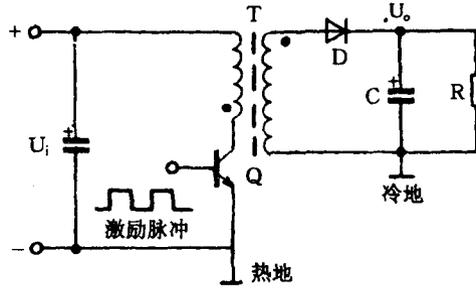

图 1-2 变压器耦合并联型开关电源电路图
(2)变压器耦合并联型开关电源:变压器耦合并联型开关电源如图 1-2 所示。其主要特点是:开关管与负载电路不共地,开关电源能够产生负载电路工作所需的工作电压,但开关管反峰电压高。
变压器耦合并联型开关电源的基本原理图如图 1-2 所示。